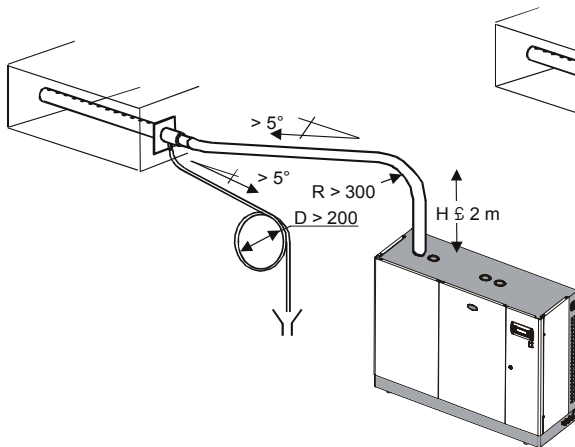

Рис. 4.6
1. Подъем вертикально вверх на высоту не менее 300 мм, далее сгиб с радиусом не менее 300 мм и постепенный наклон вниз не менее 5° (см. Рис. 4.6);
Конец трубки для отвода конденсата подсоединяется к ближайшей сливной трубке с минимальным наклоном 50 для обеспечения правильного нисходящего потока (см. Рис. 4.6).